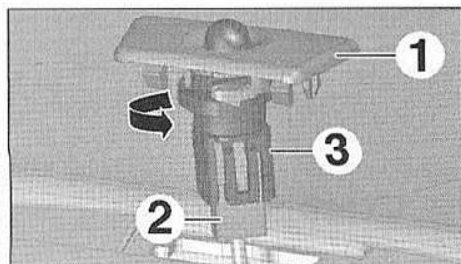

FIG.49
- Débrancher le connecteur (2) (Fig.49).